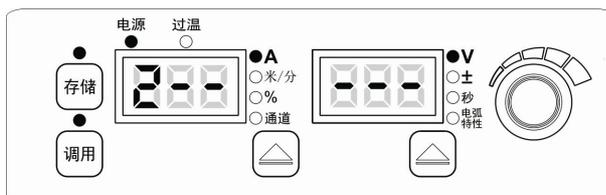

图3-24 新密码确认界面
5. 在新密码确认界面下，第一位数码管显示“2- - - -”，如图 3-24 所示，调节焊接电源面板旋钮，逐位输入新密码并按调用键确认。